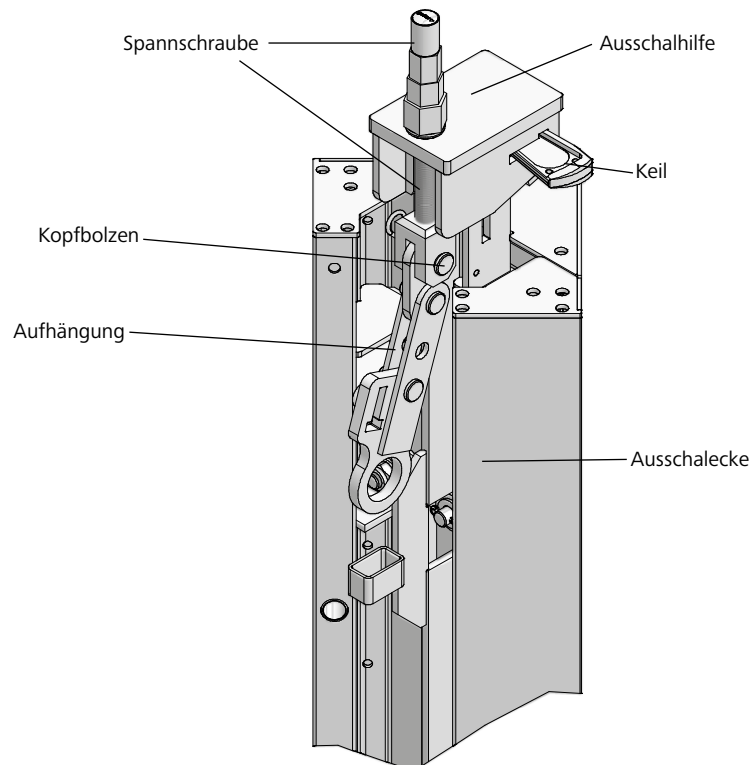

Abb. 37.3
1. Die Ausschalhilfe für Ausschalecke wird auf das Koppungsstück an der Oberseite der Ausschalecke aufgesetzt. Die Aufhängung der Ausschalecke muss hierbei nach unten geneigt sein (Abb. 37.3).
2. Die Befestigung an der Ausschalecke erfolgt mit dem an der Spannschraube der Ausschalhilfe integrierten Kopfbolzen 16/40 und Federstecker 4 (Abb. 37.3).
3. Zur Fixierung der Ausschalhilfe für Ausschalecke wird der an der Ausschalecke befestigte Keil in die Öffnung im Seitenteil der Ausschalhilfe für Ausschalecke geschlagen (Abb. 37.3).